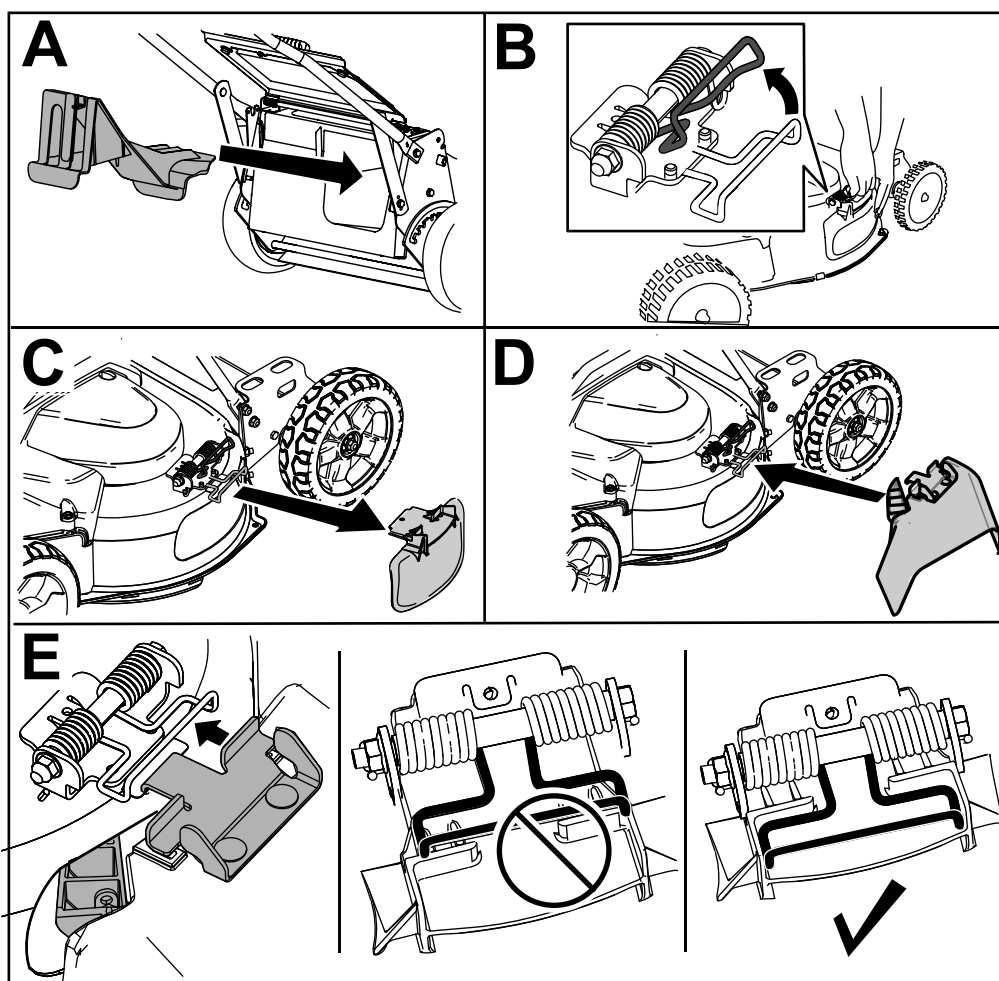

Figura 20
3. Introduzca el tapón de descarga trasero (Figura 20, A).
4. Retire el deflector de descarga lateral al tirar hacia arriba del muelle que sujeta el deflector en su sitio y retire el deflector (Figura 20, B y C).
5. Para instalar el conducto de descarga lateral, tire hacia arriba del muelle, coloque el conducto sobre la abertura y baje el muelle sobre las pestañas de la parte superior del conducto de descarga (Figura 20, D y E).